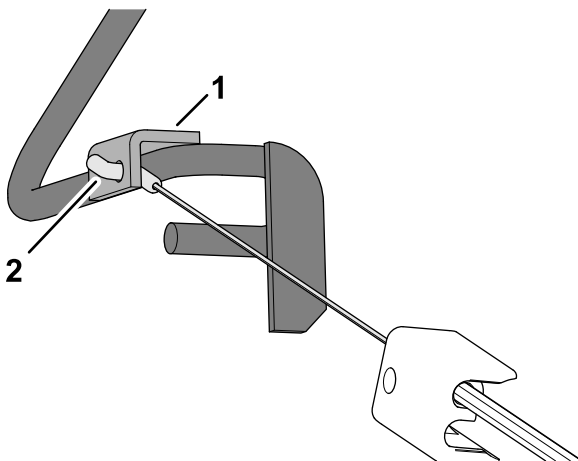

Figura 11
3. Introducei fittingul de cablu prin orificiul din suportul suportului manetei pentru prezena operatorului, aa cum se arată în Figura 11.